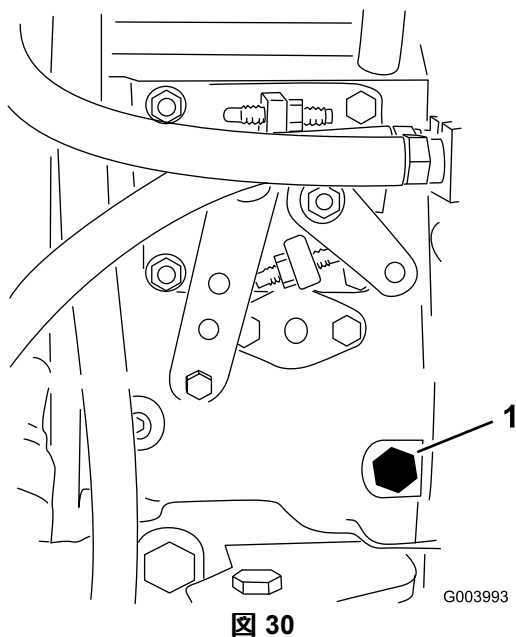

図 30
3. 燃料噴射ポンプ図 30 についているエア抜きネジを、12mm のレンチを使って開く。